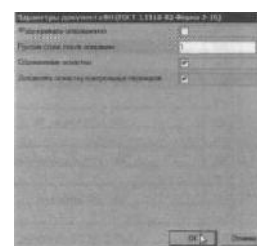

Рисунок 81
40. Установите курсор на строке с шаблоном ВО (ГОСТ 3.1118-82 форма 2-16) и нажмите кнопку **Параметры**. Установите параметры ведомости оснастки так, как показано на рис. 81.